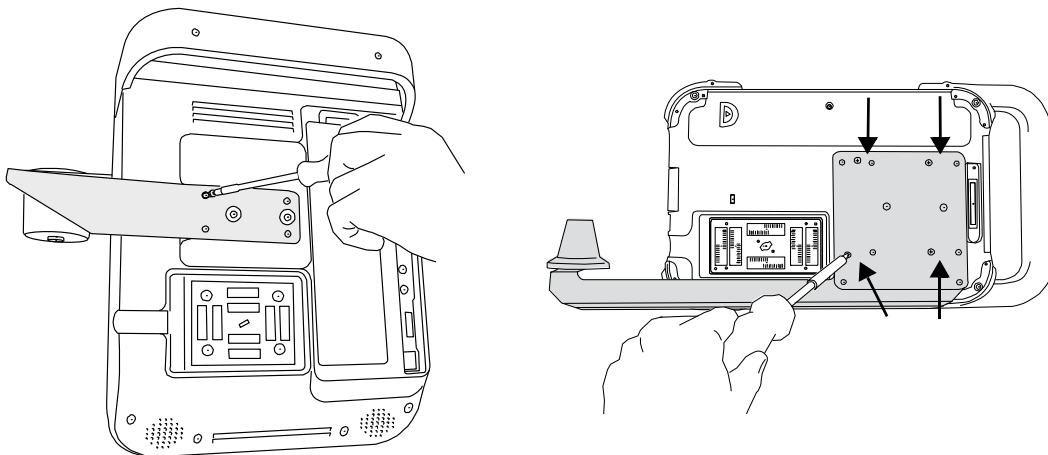

Figura 2 Aperte os parafusos no suporte do transdutor: S Series (na esquerda) e NanoMaxx (na direita)
- 2 Use uma chave Phillips para apertar os quatro parafusos. Consulte a Figura 2.
- ❖ Use uma chave Phillips para afrouxar os quatro parafusos na parte de trás do suporte do transdutor. Consulte a Figura 2.